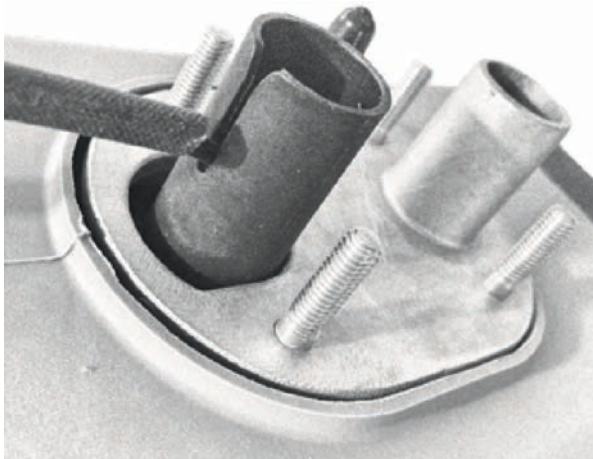

Fig. 40
- ☐ Begradigen Sie die Leitungen (zwei schwarze 0,6mm² Litzen mit Schutzschlauch) und führen Sie sie durch den Längsschlitz des Brennlufteinlaßstutzens (Fig. 40.)